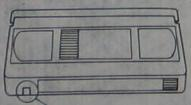

图 1-17 带有防误抹片的盒式磁带
- 5) 参看图1-17, 完成上述调整后, 应确认当放入带有防误抹片的盒式磁带